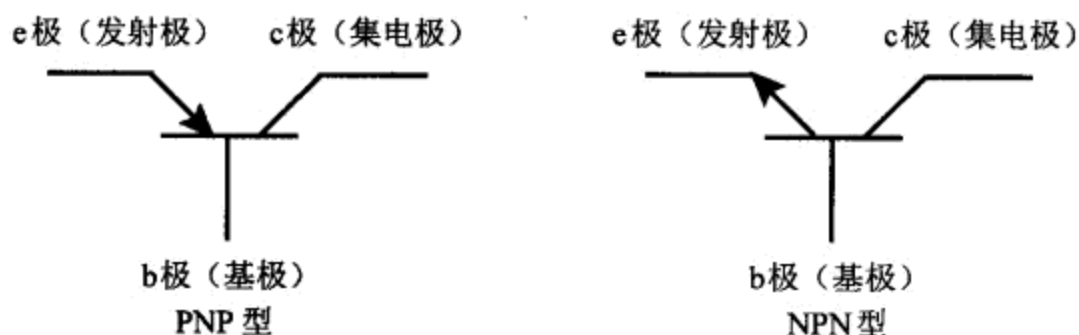

图2-44 三极管的图形符号
- 3 按用途分，依工作频率分为高频 ($f_T > 3\text{MHz}$)、低频 ($f_T < 3\text{MHz}$) 和开关三极管。三极管在电路中的符号如图2-44所示。